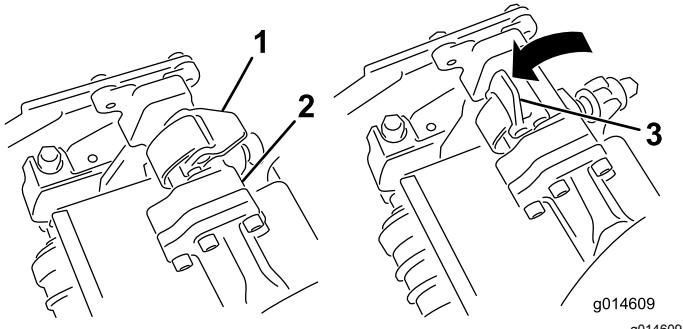
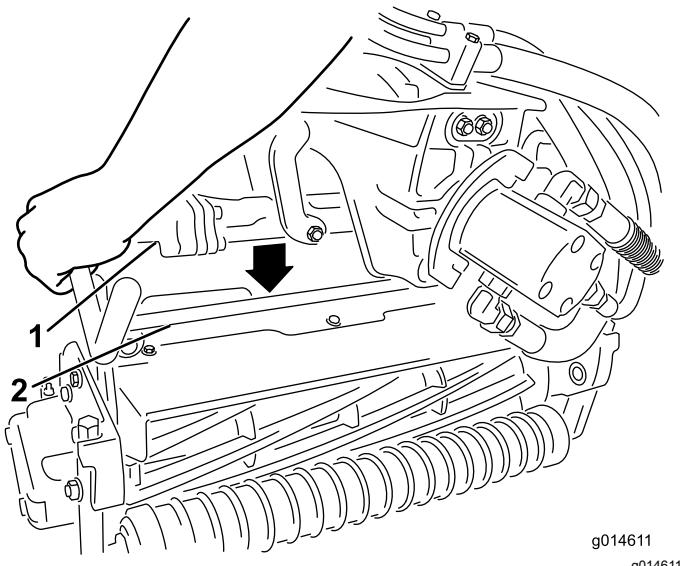

图11
图12
5. 当悬挂臂杆上的闩锁指向上方即打开时图11向下压悬挂臂使悬挂臂杆与滚刀组上方的支架相契合图12。
6. 向下并绕着滚刀组横杆关闭闩锁将它们锁定到位图11。